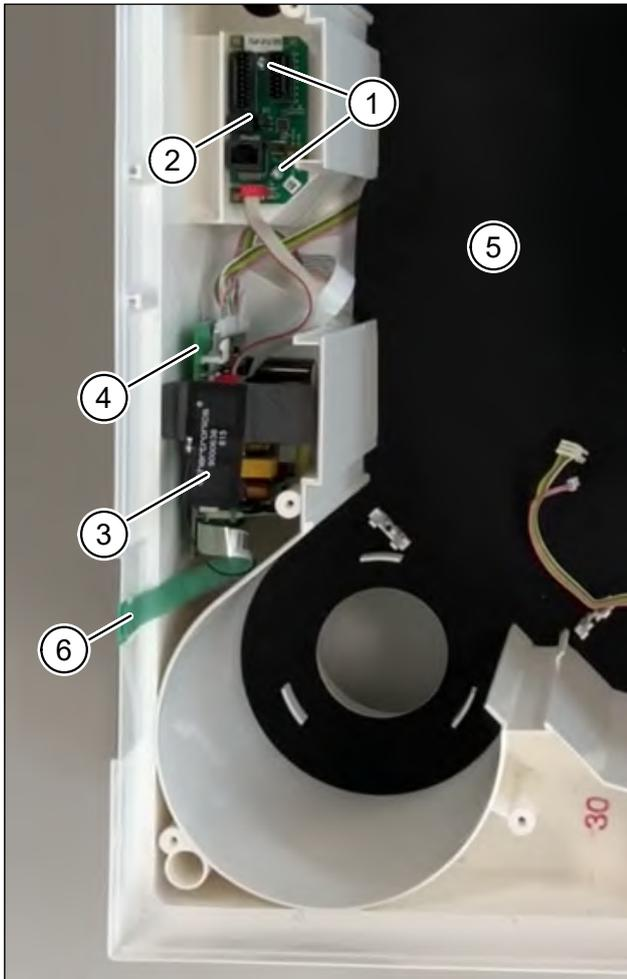

Abb. 7: Schnittstellen- und Steuerplatine entfernen
- ▶ Lösen Sie die beiden Torx-Schrauben TX10 (Pos. 1 in Abb. 7) auf der Schnittstellenplatine (Pos. 2 in Abb. 7).
- ▶ Heben Sie den Antennenhalter (Pos. 3 in Abb. 7) mit der Folienantenne und die Steuerplatine (Pos. 4 in Abb. 7) nach oben heraus.
- ▶ Entfernen Sie die schwarze Gehäuseinnendichtung (Pos. 5 in Abb. 7), die den Gehäusoboden komplett bedeckt.
- ▶ Ziehen Sie die Folientastatur (Pos. 6 in Abb. 7) an der Seite des Gehäuses ab.